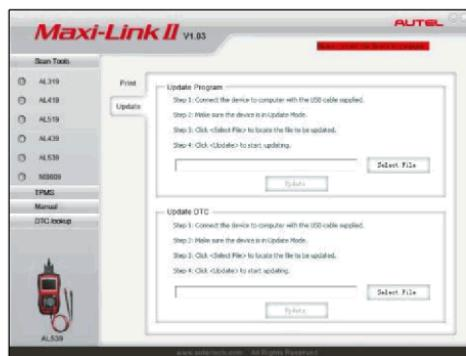

Рис. 3.13
- 2) Запустить программу MaxiLinkII ToolKit на сканере (рис. 3.13).
- 5) Выбрать программу обновления для сканера. На выбор предлагается два типа программ: операционная система и база кодов неисправности (рис. 3.13).